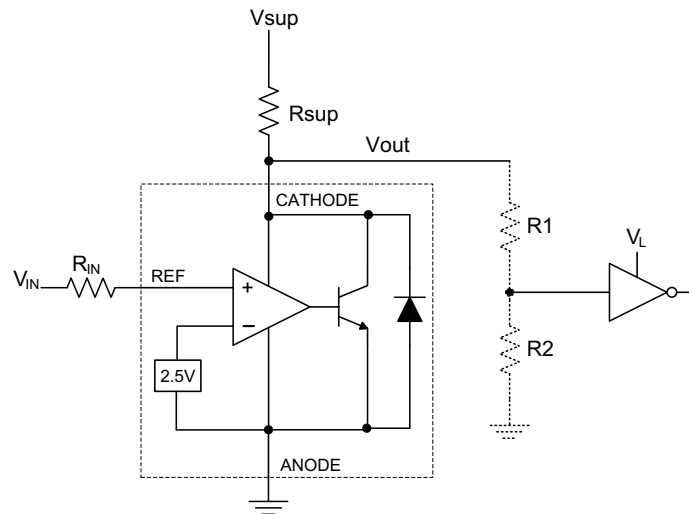
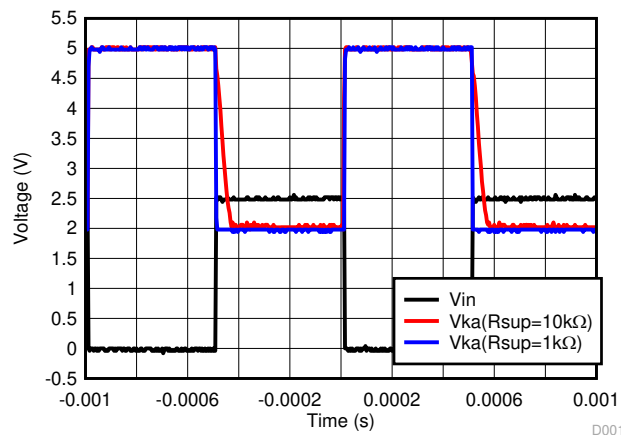

図 9-1. コンパレータ・アプリケーション回路図
図 9-2. さまざまなカソード電流による出力応答
どんな形であっても、カソード / 出力電圧または電流がリファレンス / 入力ピンに帰還されていない場合、TL43xx は開ループで動作しています。適切なカソード電流 ( $I_{KA}$ ) が印加されていれば、TL43xx は 図 9-2 に示す特性を有します。この構成ではゲインが非常に大きいため、TL43xx は通常、コンパレータとして使用されます。基準電圧を内蔵する TL43xx は、一定レベルの単一信号を監視するのに最適です。
図 9-1 に示す構成では、TL431 がコンパレータとして機能し、VREF ピンの電圧を内部の仮想基準電圧と比較します。適切なカソード電流 (IK) が供給されれば、TL43xx は十分な開ループ ゲインを確保できるので、高速に応答します。図 9-2 に示すように、RSUP=10k $\Omega$  (IKA=500 $\mu$ A) の条件では、RSUP=1k $\Omega$  (IKA=5mA) よりも応答が大幅に遅くなります。Imin 付近、またはより低い状態で動作すると、ゲインが小さくなり、応答が遅くなる可能性があります。
図 9-2 に示すように、開ループ/コンパレータ モードでの TL431 の出力 LOW レベル電圧は約 2V であり、一般に 5V 電源ロジックでは十分ですが、3.3V および 1.8V 電源ロジックでは機能しません。この問題には、抵抗分圧器を出力につないで、低電圧の受信ロジック デバイスが読み取れる電圧まで減衰させることで対応できます。
出力に抵抗分圧器を使用するときには、必ず分圧抵抗 (図 9-1 の R1 および R2) の合計が  $R_{SUP}$  をはるかに上回るようにし、電源オフ時に TL431 が  $V_{SUP}$  に近い値までプルするのを妨げないようにしてください。